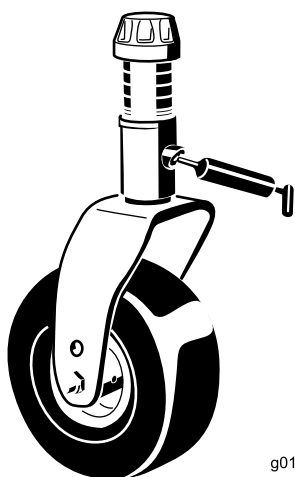

Рисунок 37
- Втулки валов вилок поворотных колес (2 шт.) (Рисунок 37)